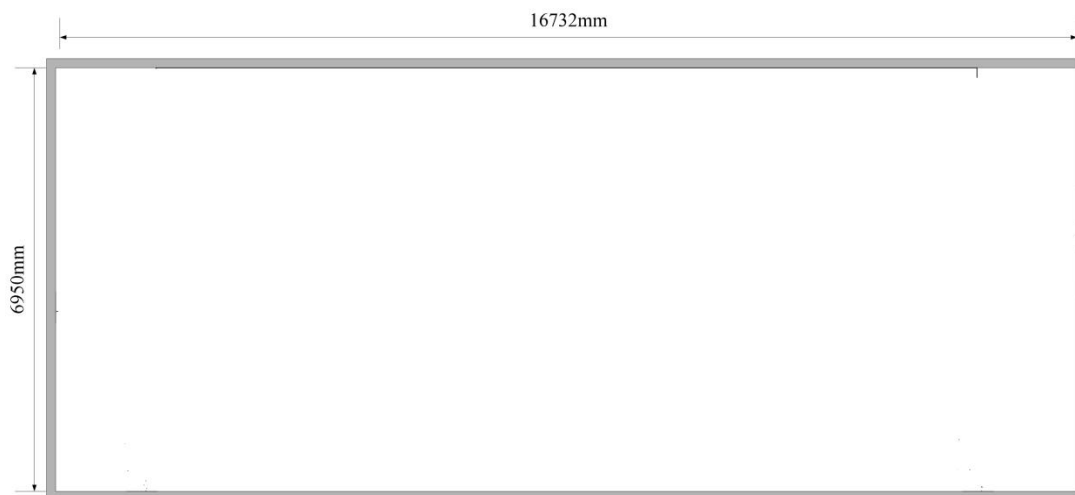

图 47-1 设计对象屋顶平面图
(1) 任务描述
湘潭某企业屋顶形状如图 47-1 所示，长 16.73 米，宽 6.95 米，女儿墙高①2 米。采用双列横排安装方式，女儿墙与阵列前端高度差为 1 米。选用 ZDNY-270P60 组件，其功率为 270W，长 1650mm，宽 992mm。